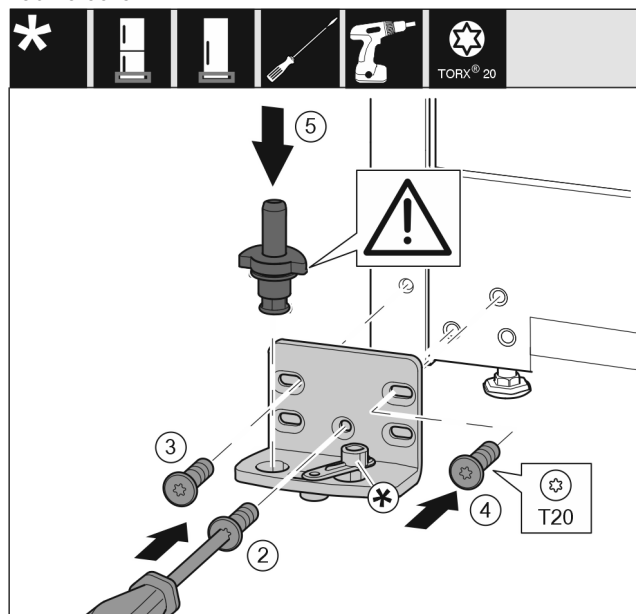

Fig. 15
- Placer le support de palier de l'autre côté et le visser avec un tournevis. Commencer par la vis Fig. 15 (2) en bas au milieu.
- Serrer la vis Fig. 15 (3) et la vis Fig. 15 (4).
- Insérer complètement l'axe de palier Fig. 15 (5). Veiller à ce que l'ergot soit orienté vers l'arrière.